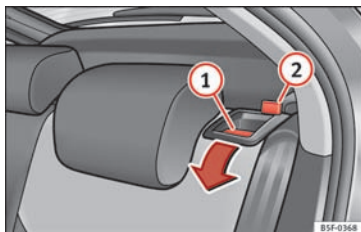

Fig. 149 Udløserknep til ryglæn
- Tryk udløserknappen »» Fig. 149 ① i pilens retning.
- Klap ryglænet tilbage, indtil det går korrekt i hak »» ⚠. Når du ikke længere kan se den røde markering »» Fig. 149 ②, er ryglænet fastgjort korrekt.